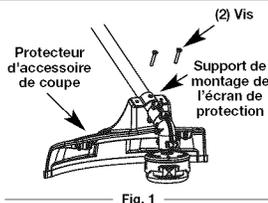

Fig. 1
1. Placez l'écran de protection sur le support de montage de l'écran, en alignant les trous de l'écran de protection avec ceux du support de montage. (Fig. 1)